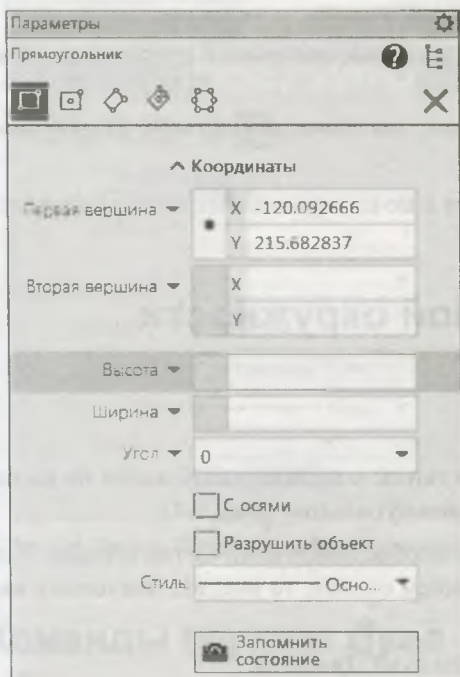

Рис. 6.2. Панель Параметры: Прямоугольник
- ◆ щелкните ЛК мыши по кнопке **Прямоугольник**. На панели **Параметры: Прямоугольник** (рис. 6.2) в **Заголовке** имеются все кнопки группы **Прямоугольник**, а также окна для ввода параметров: **Первая вершина**, **Вторая вершина**, **Высота**, **Ширина**, **С осями** и **Разрушить объект**;
сором вы видите ярлык-подсказку с изменяющимися шириной и высотой будущего прямоугольника и его фантом. На панели **Параметры: Прямоугольник** (рис. 6.2) выделено поле ввода предопределенного параметра **Высота**. Второй предопределенный параметр — **Ширина**;